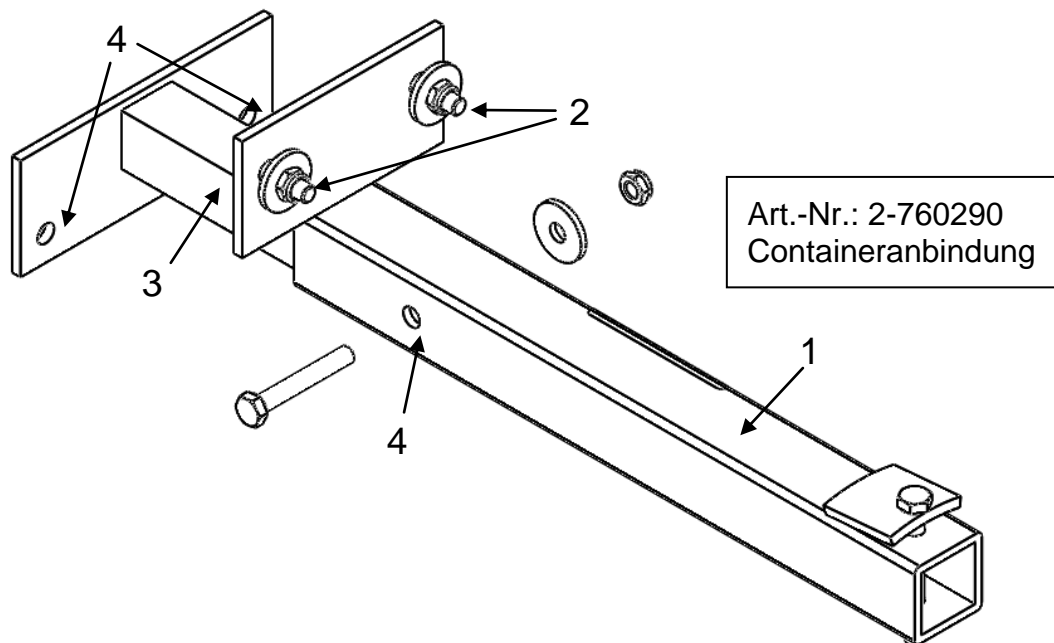

Abb. 57: Anbindung seitlich an den Container über bauseitig anzubringende Bohrung
11. Abb. 57/4) für Innen- und Außenrohr mit \varnothing 8mm durchbohren und mit Schraube M8x55, Scheibe und Mutter M8 verschrauben.